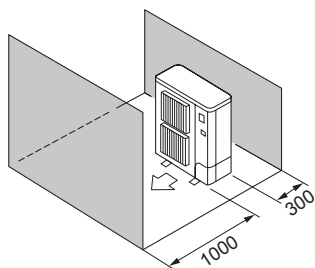

Fig. 2-10
- ⑤ Miejsce ograniczone tylko z przodu i z tyłu (Fig. 2-10)